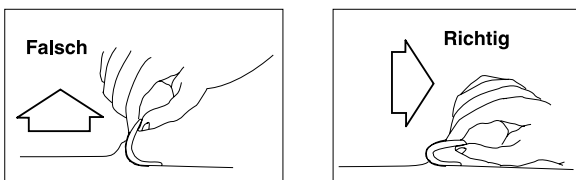

Bild 4-9. Abziehen der Defibrillations-Klebelektroden
- Ziehen Sie nach Gebrauch die Elektroden vorsichtig von der Haut des Patienten ab (Bild 4-9) und entsorgen Sie die Elektroden sofort .